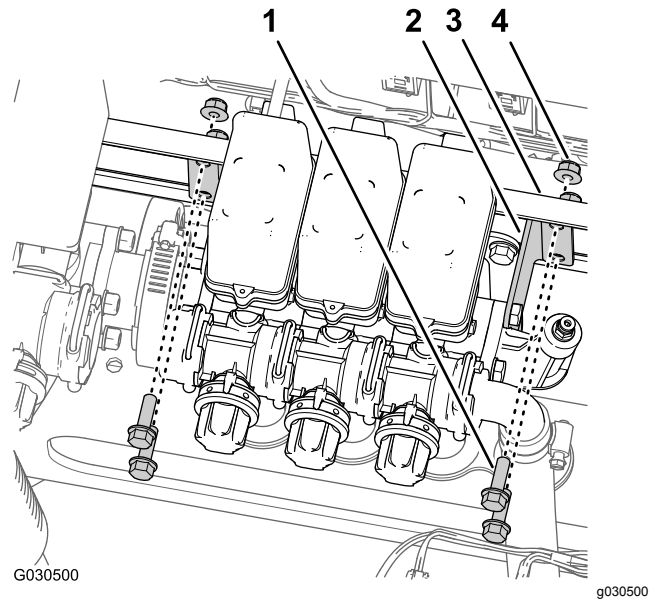

图 63
5. 拧松将 3 个喷洒臂段阀任一端的安装支架固定至歧管安装架的 4 个凸缘头螺栓 5/16 x 1 英寸和 4 个凸缘锁紧螺母 5/16 英寸 图 63。